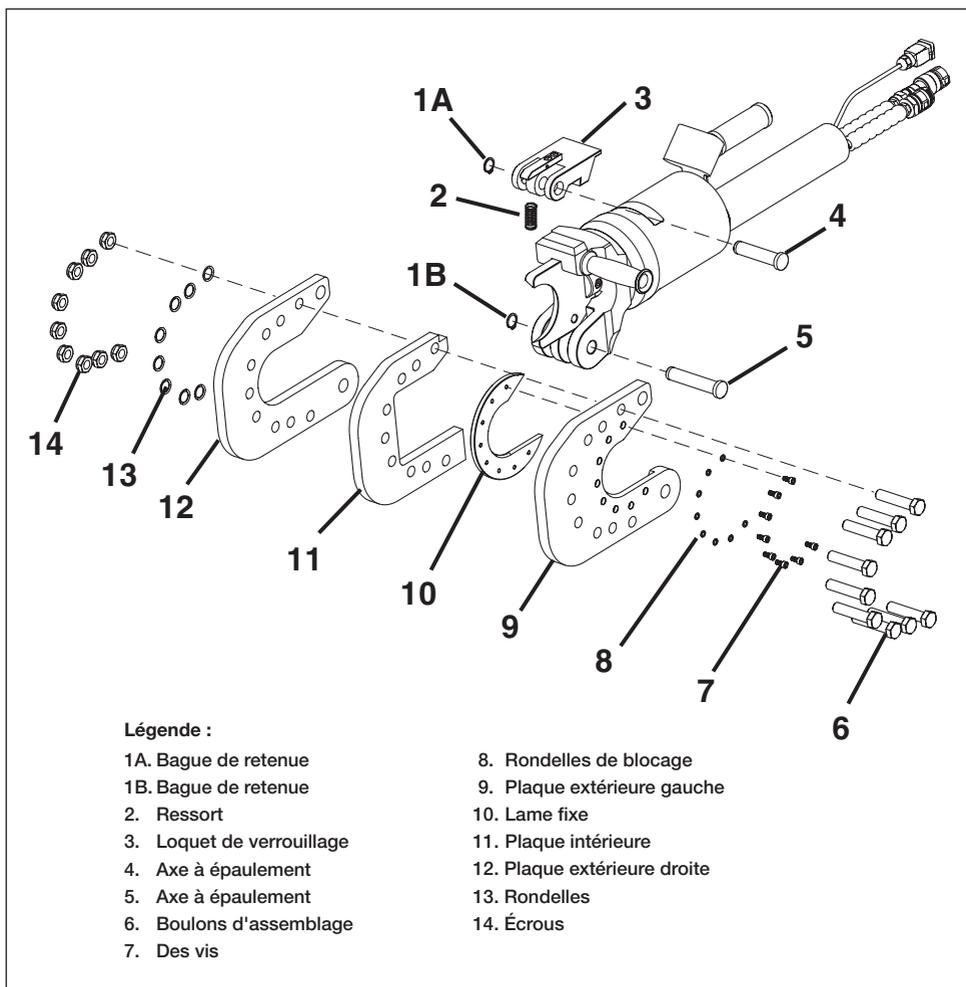

Figure 12, Remplacement de la lame fixe (modèle EWCH90 présenté, identique pour le EWCH140)
Procédez comme suit pour remplacer la lame fixe. Reportez-vous à la Figure 12.
6. Retirez la bague de retenue (Figure 12, élément 1B). Enlevez l'axe à épaulement (Figure 12, élément 5) et la tête de coupe (Figure 12, éléments 6 à 14).
7. Pour le modèle EWCH90, retirez les neuf boulons d'assemblage (Figure 12, éléments 6), les rondelles (Figure 12, éléments 13) et les écrous (Figure 12, éléments 14). Pour le modèle EWCH140, retirez les six vis à six pans creux, les rondelles et les écrous.
8. Séparez la plaque extérieure gauche (Figure 12, élément 9), la plaque intérieure (Figure 12, élément 11) et la plaque extérieure droite (Figure 12, élément 12).
9. Pour le modèle EWCH90, retirez les huit vis de fixation de la lame fixe (Figure 12, éléments 7) et leurs rondelles (Figure 12, éléments 8) et retirez la lame fixe (Figure 12, élément 10). Pour le modèle EWCH140, retirez les sept vis de la lame fixe et leurs rondelles et retirez la lame.
10. Pour le modèle EWCH90, installez une lame fixe neuve (Figure 12, élément 10) sur la plaque extérieure gauche (Figure 12, élément 9), vissez les huit vis (Figure 12, éléments 7) et les rondelles de blocage (Figure 12, éléments 8), appliquez un couple de serrage de 10 Nm [91 lb-pi]. Appliquez également de la Loctite 243 ou un produit équivalent.
11. Pour le modèle EWCH140, installez une lame fixe neuve (Figure 12, élément 10) sur la plaque extérieure gauche (Figure 12, élément 9), vissez les sept vis (Figure 12, éléments 7) et les rondelles de blocage (Figure 12, éléments 8), appliquez un couple de serrage de 25 Nm [18 lb-pi]. Appliquez également de la Loctite 243 ou un produit équivalent.
12. Installez la plaque extérieure gauche (Figure 12, élément 9), la plaque intérieure (Figure 12, élément 11) et la plaque extérieure droite (Figure 12, élément 12) à l'aide des neuf boulons (Figure 12, éléments 6), éléments 13) et de leurs écrous (Figure 12, éléments 14) pour le modèle EWCH90 et des six vis à six pans creux, des rondelles et des écrous pour le modèle EWCH140. Serrez au couple de 211 Nm [155 pi-lb). Appliquez également de la Loctite 243 ou un produit équivalent.
13. Assemblez la tête de coupe (Figure 12, éléments 6 à 14) et le corps de l'outil à l'aide de l'axe à épaulement (Figure 12, élément 5) et d'une bague de retenue (Figure 12, élément 1B).